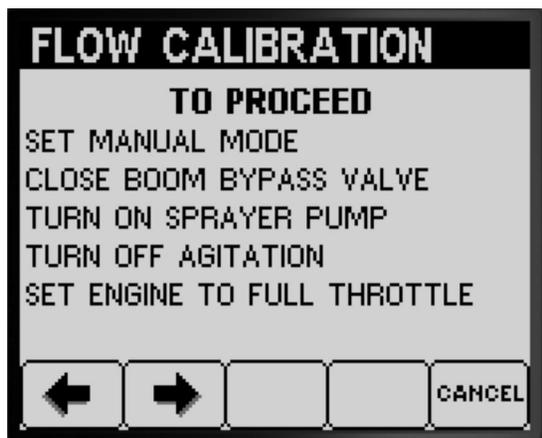

图 44
- 对于喷嘴颜色与图 44 所述流量匹配的机器选择安装在可喷洒位置的喷嘴的颜色。
- 对于喷嘴颜色与图 44 所述流量不匹配的机器选择安装在可喷洒位置的喷嘴的流量 lpm。
3. 按 2 号按钮进入下一步图 44。